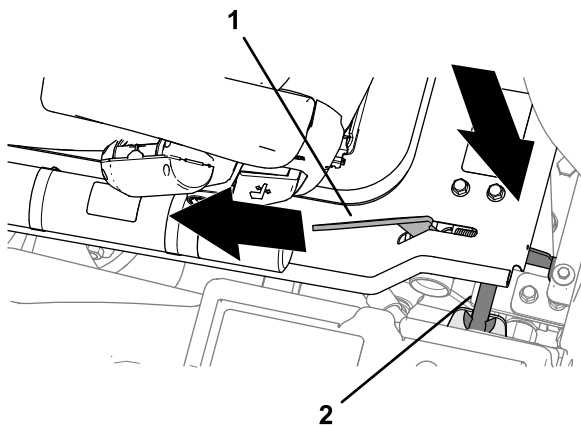

Figura 54
2. Cuando la plataforma se acerque a la posición de totalmente bajada, mueva la palanca de cierre de la plataforma (Figura 54) hacia la parte delantera de la máquina.